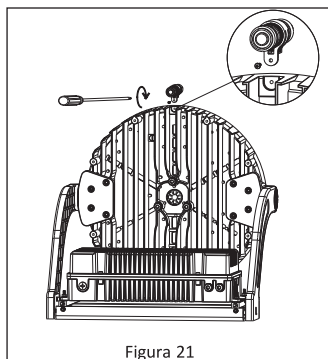

Figura 21
2. Alinea el orificio del tornillo M4 con el orificio roscado en la parte superior de la matriz de luces LED e instala el tornillo M4. **Ver Figura 21.**